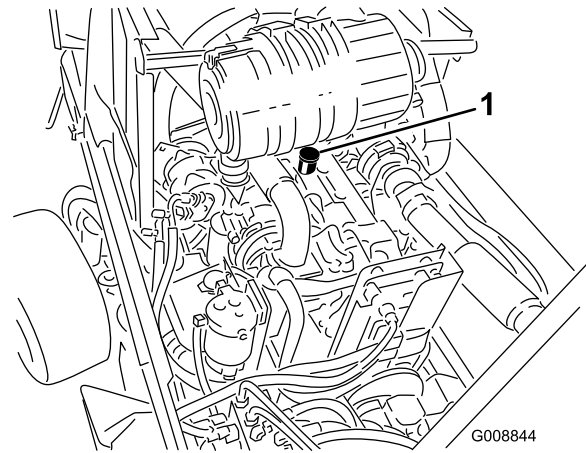

Figure 60
3. Si le niveau d'huile est en dessous du repère minimum, enlevez le bouchon de remplissage et faites l'appoint jusqu'au niveau maximum (Figure 60).